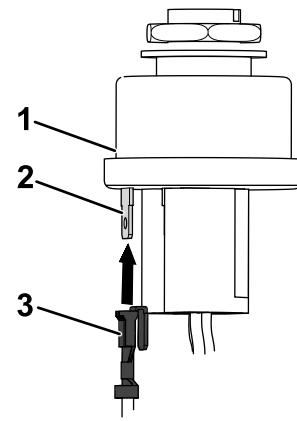

Figura 17
2. Collegate il terminale a forcella dell'adattatore del cablaggio al terminale C dell'interruttore a chiave (Figura 17).